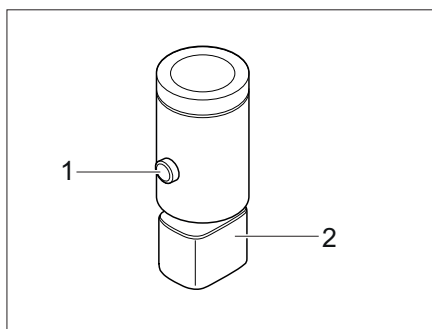

Fig. 55 Foco de LED (ejemplo)
- Pulse el interruptor de encendido/apagado (Fig. 55,1).
- Pulse de nuevo el interruptor de encendido/apagado (Fig. 55,1).
- Sujete el soporte (Fig. 55,2) y girarlo en 90°.
- Inserte el foco de LED en la posición deseada en el sistema de rieles y gire el soporte (Fig. 55,2) en 90°.